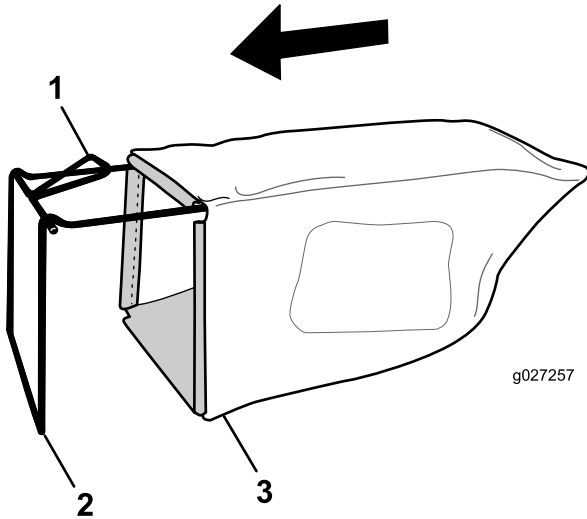

Рисунок 10
1. Установите мешок для травы на раму, как показано на Рисунок 10.
Примечание: Не надевайте мешок на ручку (Рисунок 10).